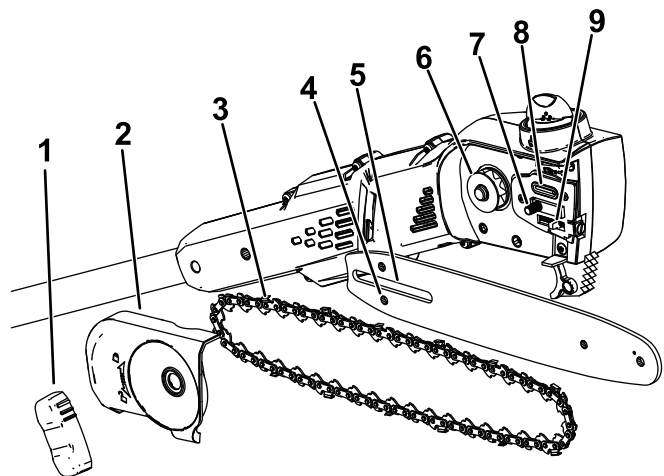

Figure 19
2. Déposez le couvercle latéral; tournez le bouton du couvercle du guide dans le sens antihoraire jusqu'à ce que le bouton puisse être retiré, puis déposez le couvercle latéral (Figure 19).
7. Contrôlez la sortie d'huile (Figure 19) et enlevez les débris éventuellement présents.
Important: Vérifiez que le goujon de réglage de la chaîne est bien inséré dans la fente correspondante sur le guide-chaîne (Figure 19). Vous devrez peut-être tourner la vis de réglage de tension de la chaîne pour pouvoir enfiler le goujon dans le trou du guide.